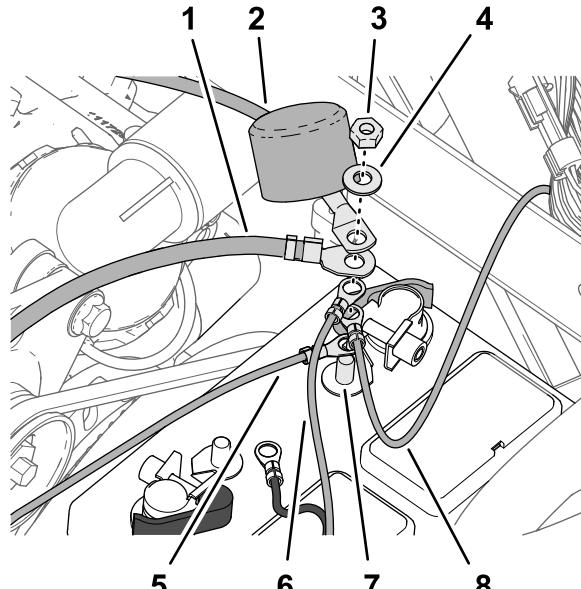

Figura 211
2. Monte os seguintes terminais do fio e cabo nos postes roscados do terminal positivo da bateria (Figura 211) na ordem seguinte:
4. Alinhe a cobertura de isolamento do cabo positivo da bateria para o arrancador sobre o poste roscado (Figura 211).